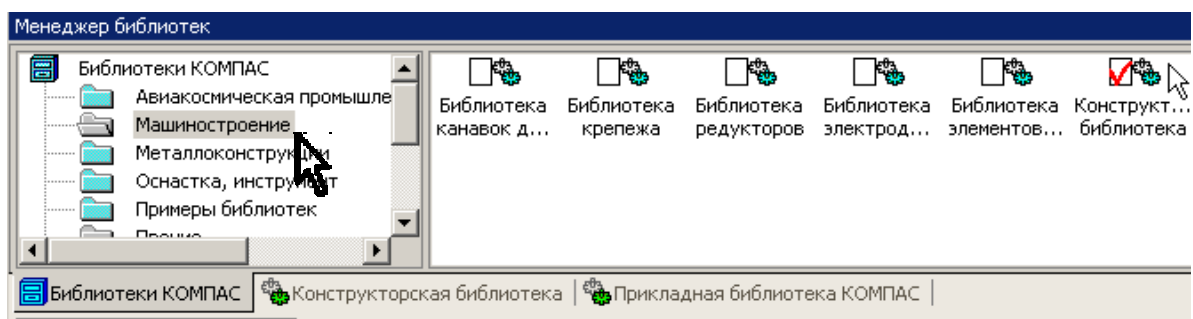
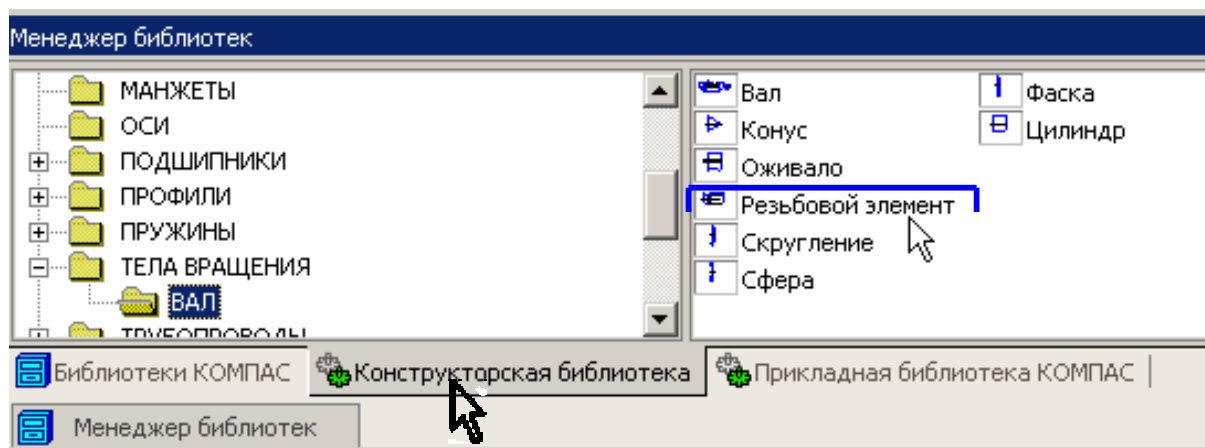
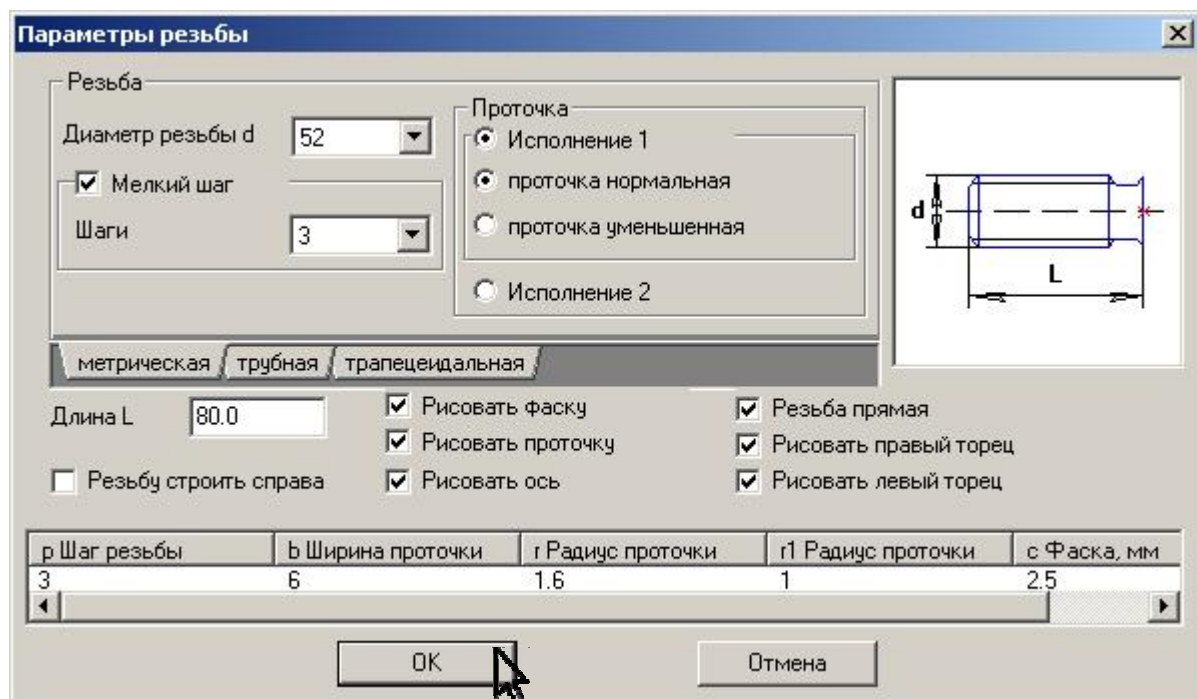
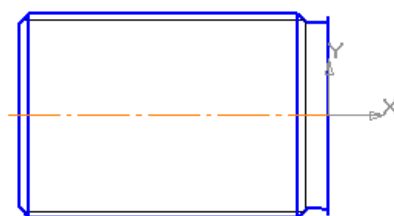

Рис.2
Рис. 3
Рис. 4
Рис. 5
3. Загрузите *Конструкторскую библиотеку*. Для этого нажмите кнопку *Менеджер библиотек*  на панели *Стандартная*. *Конструкторская библиотека* находится в разделе *Машиностроение*, рис. 2. В конструкторской библиотеке в разделах *Тела вращения* – *Вал* выберите *Резьбовой элемент*, рис. 3, и введите его параметры согласно рис. 4. Вставьте изображение резьбового элемента в чертеж, рис. 5.